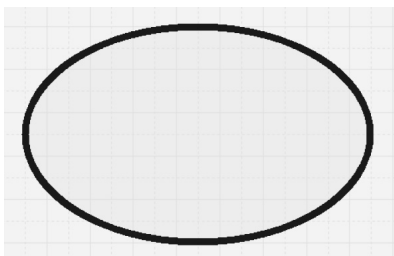

图 4-2-76 带有填充色的透明椭圆图形
① Border Width 属性。Border Width 属性为椭圆图形边界线的粗细设定，系统默认为 Smallest。该属性的设置方法与 4.2.1 节 PolyLine 对话框中 Line Width 属性类似，在此不再赘述。
② X-Radius 和 Y-Radius 属性。X-Radius 为椭圆图形的长轴半径，Y-Radius 为椭圆图形的短轴半径。
③ Border Color 属性。Border Color 属性用于对椭圆图形边界线的颜色进行设置。默认颜色为蓝色，颜色编号为 229。
④ Fill Color 属性。该属性用于对椭圆图形内部填充颜色进行设置。默认颜色为灰色，颜色编号为 213。
⑤ Location 属性。Location 属性用于对椭圆图形的圆心坐标进行配置。
⑥ Draw Solid 复选框。该复选框的功能是确定椭圆图形内部是否填充。若该复选框不被选中，则椭圆图形是透明的，Fill Color 属性无效；若该复选框被选中，则椭圆图形是填充的，填充颜色由 Fill Color 属性来确定。
⑦ Transparent 复选框。该复选框用于对椭圆图形的透明属性进行设置。当选中 Draw Solid 复选框后，若选中 Transparent 复选框，则椭圆图形虽然带有填充色，但是填充色是透明的；若不选中 Transparent 复选框，则椭圆图形是不透明的。图 4-2-76 是一个带有填充色的透明椭圆图形。
⑧ Locked 复选框。Locked 复选框的功能与 4.2.2 节中 Annotation 对话框的 Locked 复选框类似，在此不再赘述。